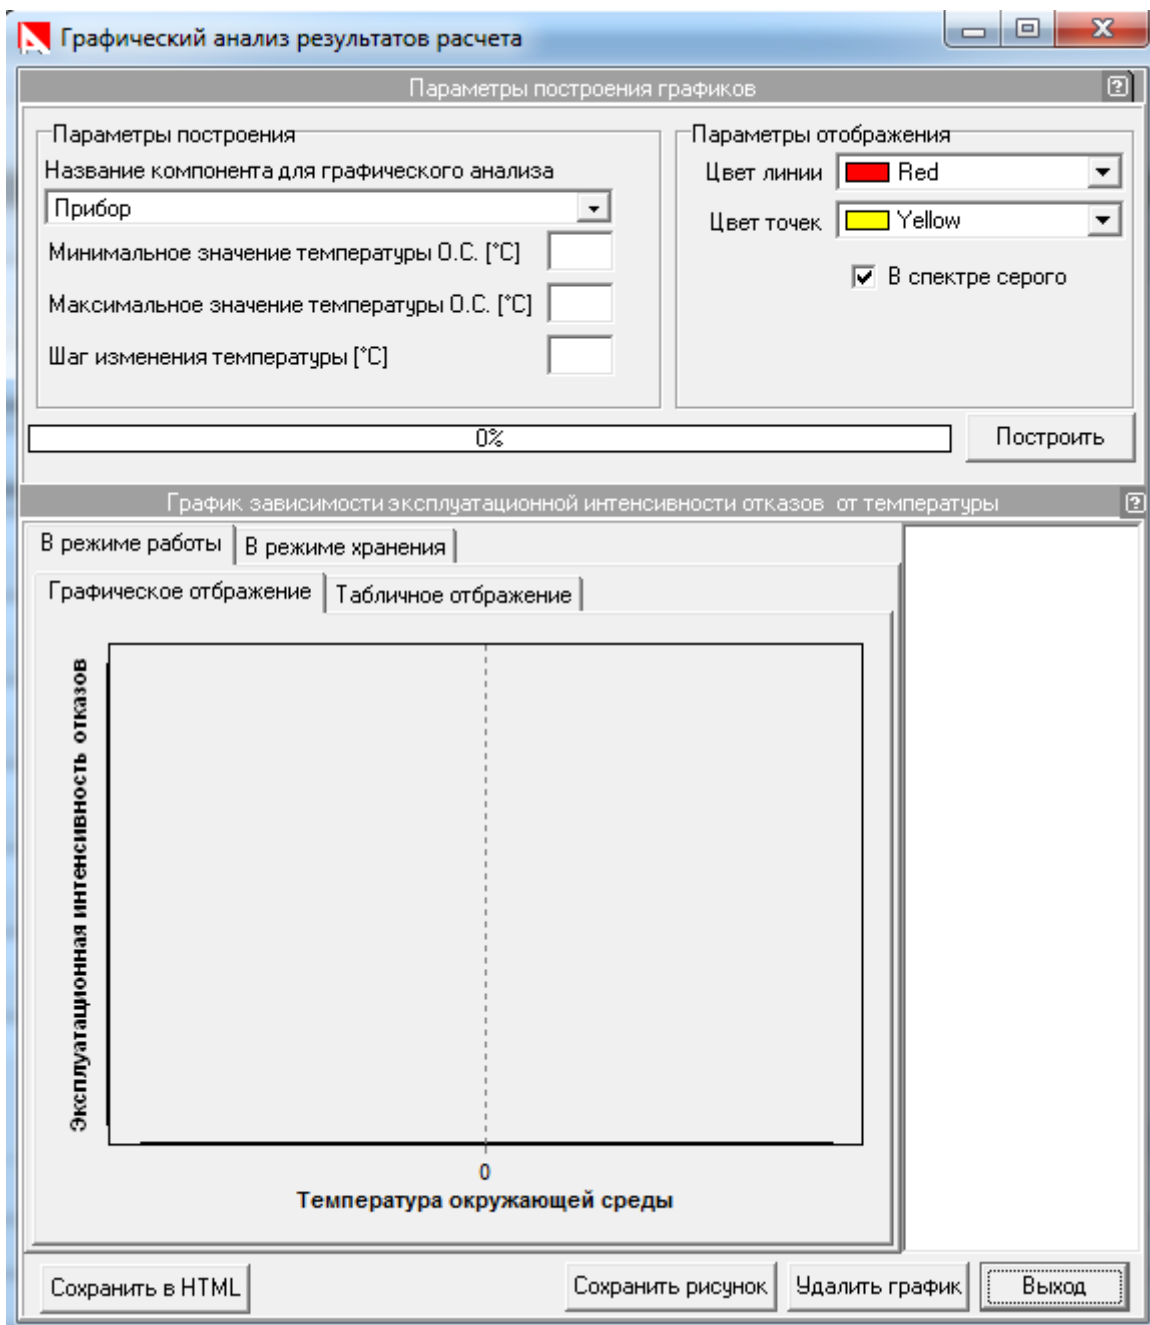

Рис. 3.52. Ввод параметров графика.
- В появившемся окне (см. рис. 3.52) Вы должны:
- в поле «Название компонента для графического анализа» (см. рис. 3.52) выбрать ту СЧ, для которой Вы хотите построить график;
- в поле «Цвет линии» (см. рис. 3.52) выбрать цвет линии;
- в поле «Цвет точек» (см. рис. 3.52) выбрать цвет точек;
- в поле «Минимальное значения температуры» (см. рис. 3.52) введите значение нижней границы интересующего Вас диапазона, [$^{\circ}\text{C}$];
- в поле «Максимальное значения температуры» (см. рис. 3.52) введите значение верхней границы интересующего Вас диапазона, [$^{\circ}\text{C}$];
- в поле «Шаг изменения температуры» (см. рис. 3.52) введите величину приращения температуры, [$^{\circ}\text{C}$].
Для удаления файла нажмите кнопку «Удалить график» (см. рис. 3.52).